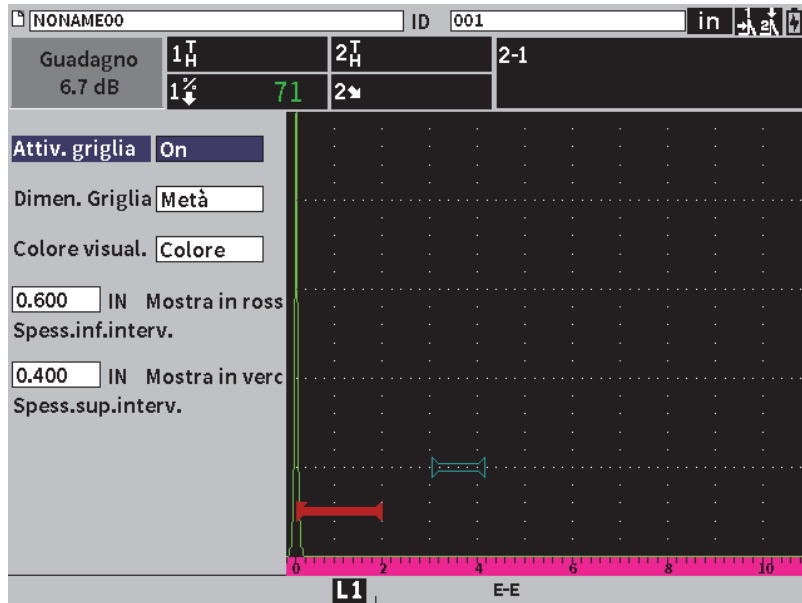

Figura 9-25 Finestra di dialogo Griglia
4. Premere il tasto di Invio per aprire la finestra di dialogo **Griglia** (vedere Figura 9-25 a pagina 155).